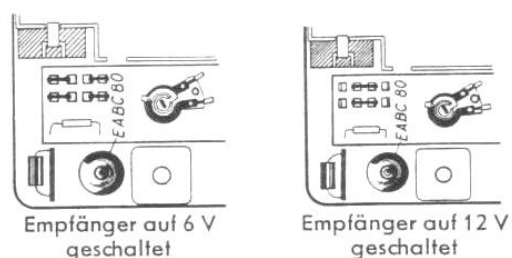

Abb. 14
2. Empfänger nach Abbildung 14 umschalten.